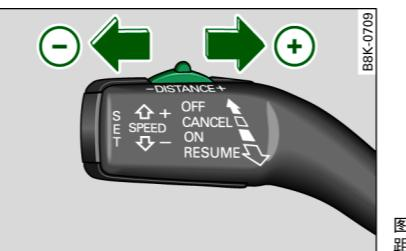

图 128 操纵杆：设置车距
- 请把操纵杆 ⇒ 图 128 朝 或 方向短促按压一次。当前设定的车距会在组合仪表显示屏上短暂出现。